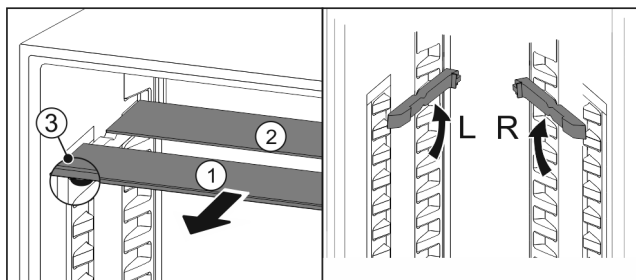

Fig. 67
- ▶ Vytiahnite sklené dosky jednotlivu dopredu Fig. 67 (1).
- ▷ Sklená doska Fig. 67 (1) s ozdobnou lištou leží vpredu.
- ▷ Zarážky Fig. 67 (3) ukazujú nadol.